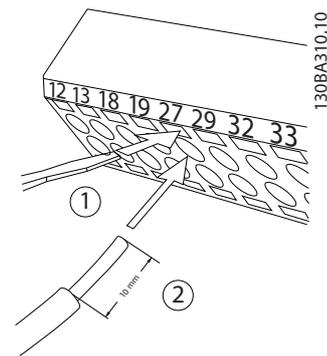

図 2.13 コントロール配線の接続
- 図 2.13 で示されるように、小型のドライバーを接点の上あるいは下側のスロットに挿入して、接点を開きます。